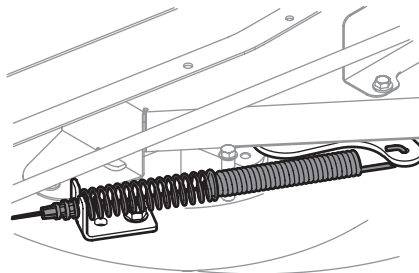

Figure 4-8
8. Écartez le câble de la prise de force de l'arrière du plateau de coupe en retirant la goupille-épingle qui le retient. Retirez le ressort du support de la poulie de tension du plateau de coupe. Voir la Figure 4-8.